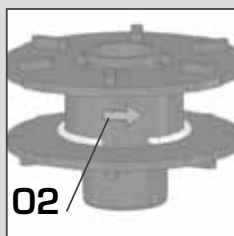

Fig. 10
Enrole o fio no sentido indicado pela seta do carretel (2) **[Fig 10]** o mais uniforme possível, obedecendo a metragem máxima recomendada de 8 metros.